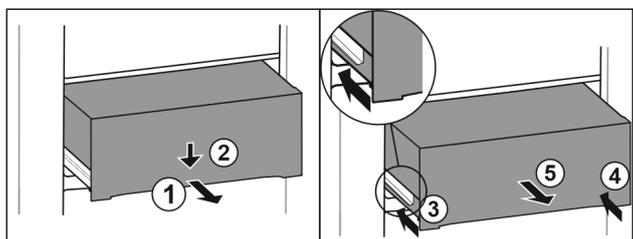

Fig. 133
- ▶ Wyciągnąć szufladę do połowy. Fig. 133 (1)
- ▶ Popchnąć szufladę z przodu w dół. Fig. 133 (2)
- ▶ Wsunąć lewą szynę o ok. 2 cm. Fig. 133 (3)
- ▶ Wsunąć prawą szynę o ok. 2 cm. Fig. 133 (4)
- ▶ Wyjąć szufladę do przodu. Fig. 133 (5)